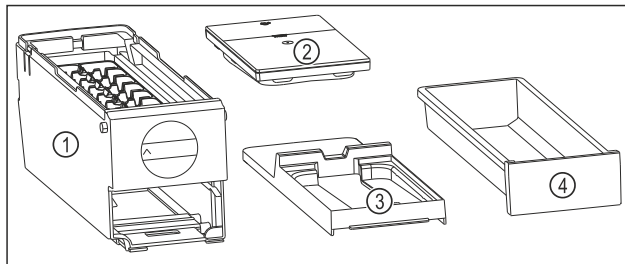

Fig. 147 Součásti EasyTwist-Ice
- ▷ EasyTwist-Ice je rozebrán na čtyři části. (viz Fig. 147)
- ▶ EasyTwist-Ice rozebírejte pouze na zobrazené součásti. (viz Fig. 147)
- ▶ Korpus EasyTwist-Ice Fig. 147 (1) vyčistěte jako celek.